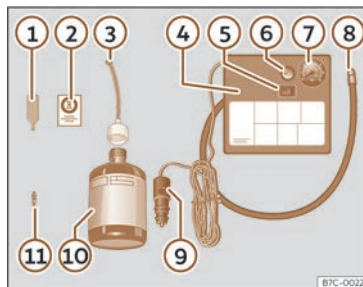

Fig. 199 Rappresentazione standard: contenuto del kit per la riparazione degli pneumatici.
Il kit per la riparazione degli pneumatici si trova nel sottofondo del bagagliaio. Include i seguenti componenti >>> **fig. 199:**
- Svitare il cappuccio e l'elemento di tenuta della valvola del pneumatico. Utilizzare l'apparato >>> **fig. 199 ①** per estrarre l'elemento di tenuta. Collocarlo su una superficie pulita.
- Agitare vigorosamente la bomboletta del sigillante per pneumatici >>> **fig. 199 ④**.
- Avvitare il tubo di gonfiaggio >>> **fig. 199 ③** alla bomboletta del sigillante. La piombatura della bomboletta si rompe automaticamente.
- Rimuovere il tappo del tubo di riempimento >>> **fig. 199 ③** e avvitare l'estremità aperta dal tubo alla valvola dello pneumatico.
- Ricollocare l'elemento di tenuta con l'apparato >>> **fig. 199 ①** nella valvola dello pneumatico.
- Avvitare il tubo di gonfiaggio dello pneumatico del compressore >>> **fig. 199 ⑧** nella valvola dello pneumatico.
- Verificare che la vite di sfiato dell'aria sia chiusa >>> **fig. 199 ⑥**.
- Collegare il connettore >>> **fig. 199 ⑨** a una presa elettrica a 12 V del veicolo >>> pag. 243.
- Collegare il compressore ad aria con l'interruttore ON/OFF >>> **fig. 199 ⑤**.
- Incollare l'adesivo >>> **fig. 199 ②** sul quadro strumenti, all'interno del campo visivo del conducente.
Riavvitare il tubo di gonfiaggio >>> **fig. 199 ⑧** e controllare la pressione con il manometro **⑦**.